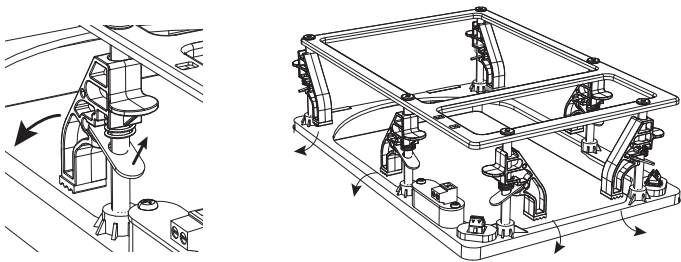
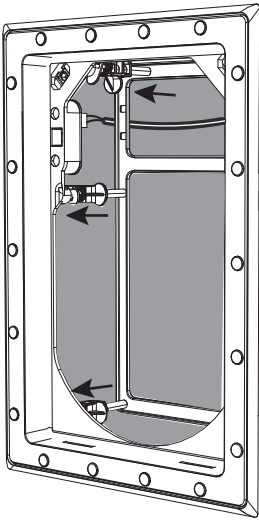

Fig. 9. Adjusting the Mounting Clamps from the Stowed Position
Fig. 11. Frame securely clamped to the Wall
2. Nå inuti ramen och vrid fästklämmorna till "Klämning" -läget, där de kan utöva en klämkraft på baksidan av öppningen (fig. 9 och 10). Tryck in ramen och dra åt varje klämma så att ramen är fäst på plats (fig. 11).